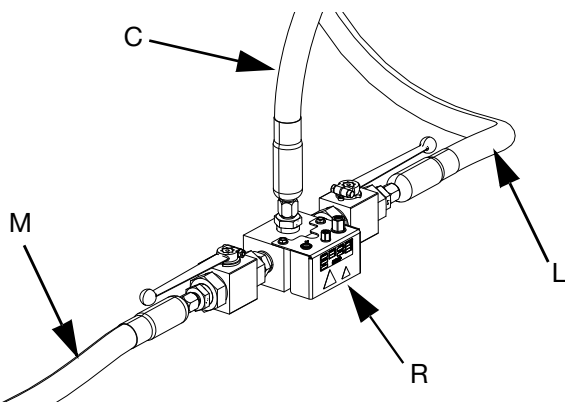

图 23
- c. 用串联软管 1 (L) 和串联软管 2 (M) 连接供料系统和串联端子 (R)。参见图 23。
- d. 将供料软管 1 (C) 连接到串联端子 (R)。参见图 23。